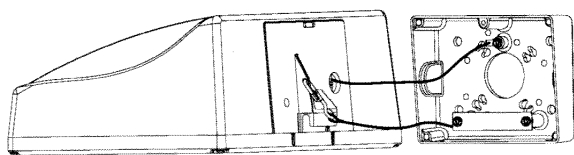

FIGURE 1
- Une autre méthode pour monter le boîtier de montage sur une boîte d'alimentation encastrée est de le positionner soigneusement dessus et de bien le fixer avec des tire-fond (non fournis) au travers des trous fournis dans le couvercle arrière (voir la Figure 1).